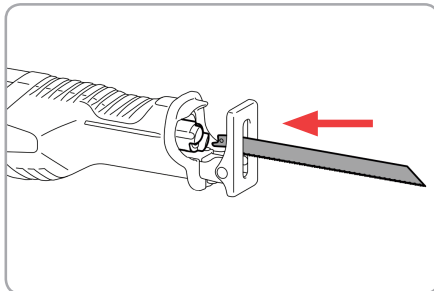

Fig.4
- Introduceți lama în suport cât mai adânc posibil cu dinții orientați în sus sau în jos după cum este necesar (Fig.4).